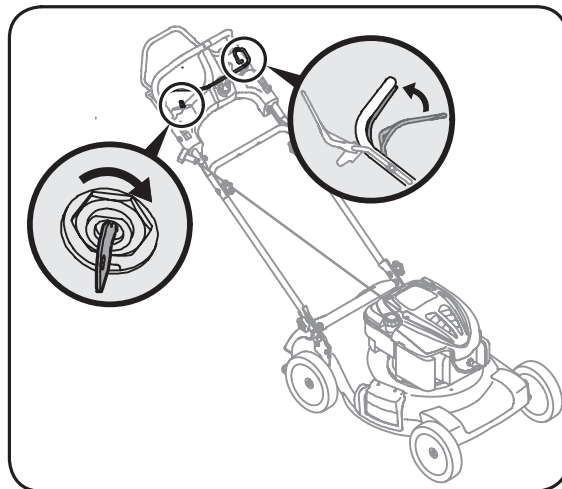

Figure 4-2
2. Tenez-vous derrière la machine, appuyez sur la poignée de commande de la lame et maintenez-la contre le guidon supérieur, comme à la Figure 4-2.
Démarreur à lanceur: Tirez sur la poignée du démarreur à lanceur rapidement et de façon continue. Voir la Figure 4-2. Laissez la corde revenir lentement sans lâcher la poignée. Répétez jusqu'à ce que le moteur tourne. Laissez la corde revenir lentement chaque fois.
4. Tenez la barre de commande et le guidon ensemble, puis tirez rapidement et de façon continue sur la poignée de la corde du démarreur. Voir la Figure 4-2. Laissez la corde revenir lentement sans lâcher la poignée. Répétez jusqu'à ce que le moteur tourne. Laissez la corde revenir lentement chaque fois.